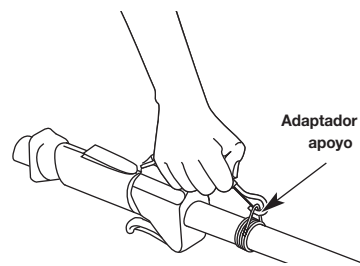

Fig. 8
- Coloque el arnés por encima de su cabeza y sobre su hombro. Abroche en el adaptador de apoyo (Fig. 8).